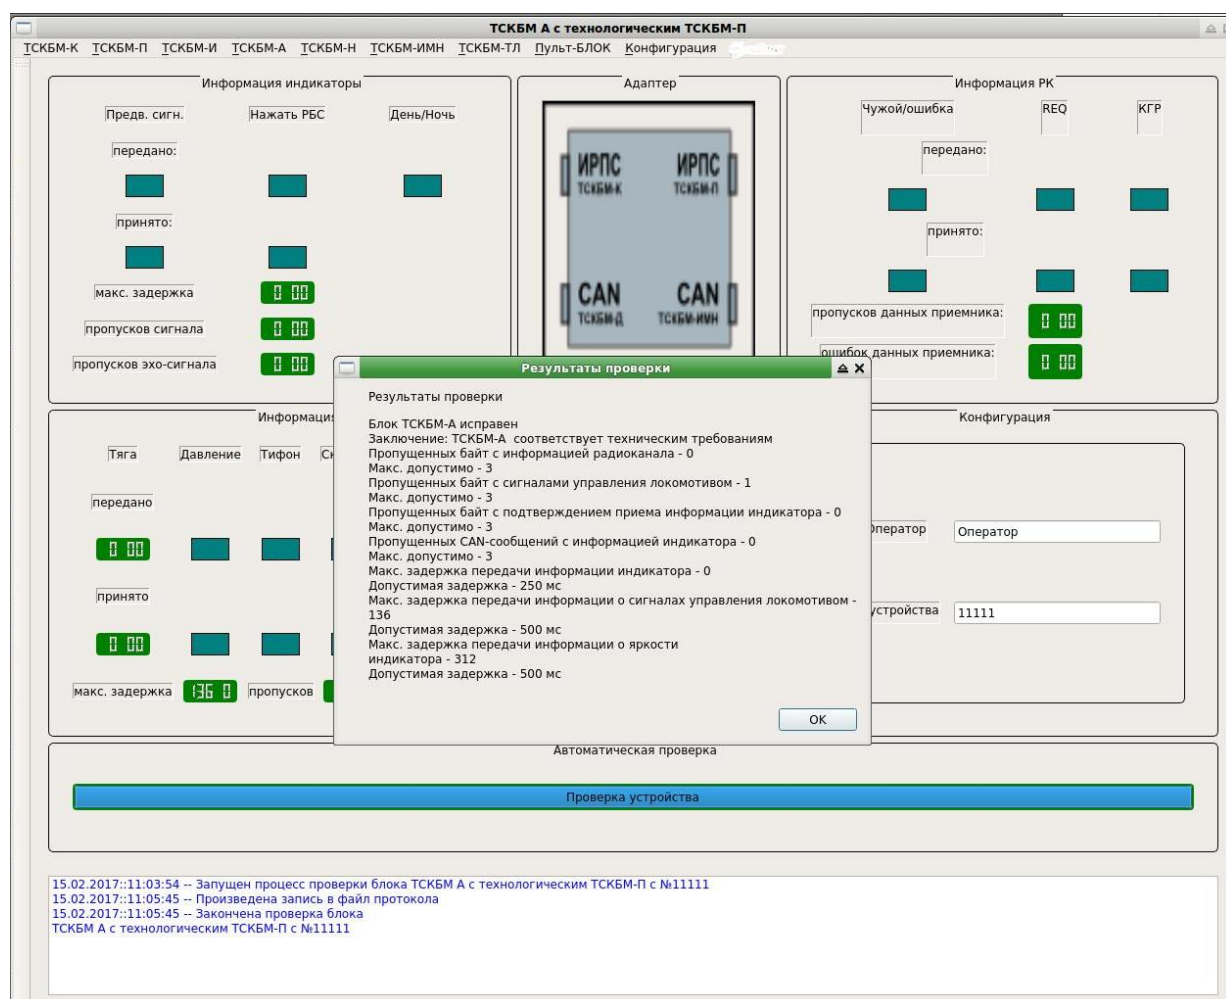

Рисунок 3.2.7.4 - Сообщение системы о результате проверки блока ТСКБМ-А НКРМ.468363.010-01 с технологическим ТСКБМ-П
5) Критерием исправного состояния блока ТСКБМ-А является сообщение программы «Блок ТСКБМ-А исправен» (рисунок 3.2.7.4). В случае неисправного блока ТСКБМ-А появится сообщение о неисправности и в контролируемых параметрах на панели и в протоколе по п.3.2.7.3(3) будет указана информация о выходе параметра за допустимые пределы.